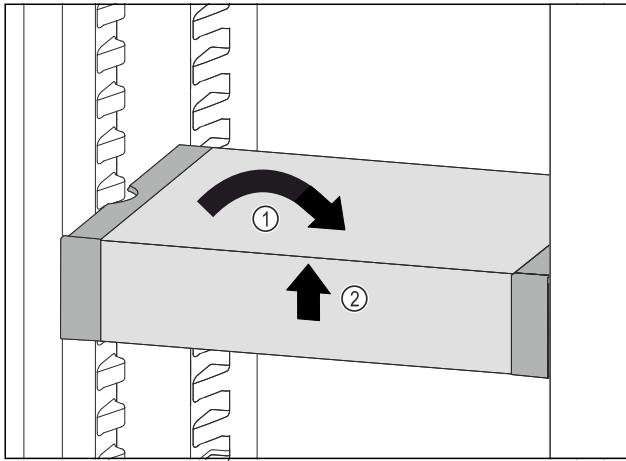

Fig. 134
- ▶ Aseta VarioSafe suoraan. Fig. 134 (1)
- ▶ Nosta VarioSafe-vetolaatikkoa edestä. Fig. 134 (2)